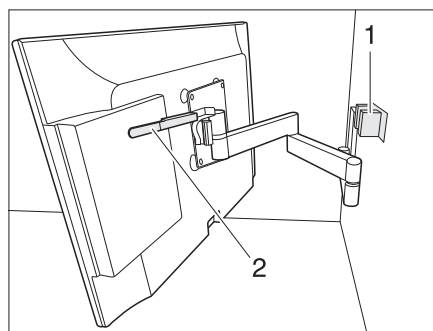

Bild 104 Halterung mit Gelenkarm
- Hebel (Bild 104,2) nach unten drücken um Flachbildschirm aus Arretierung (Bild 104,1) zu lösen. Hebel loslassen.